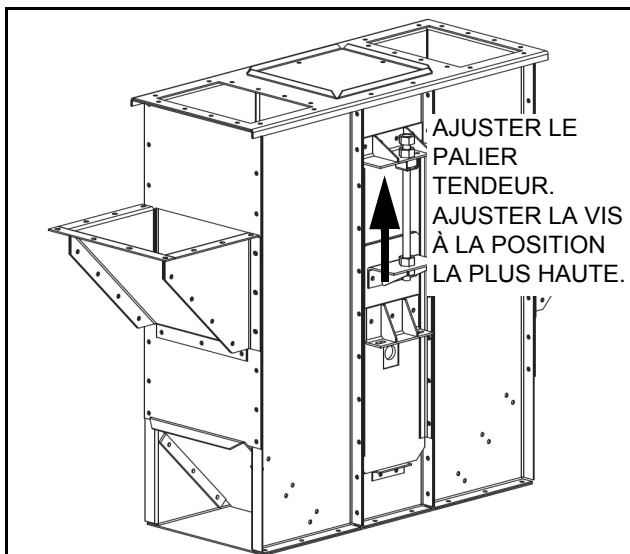

Figure 3.10
1. À l'aide des vis de réglage du palier tendeur, relever la poulie du carter à sa position de palier la plus haute (Figure 3.10).